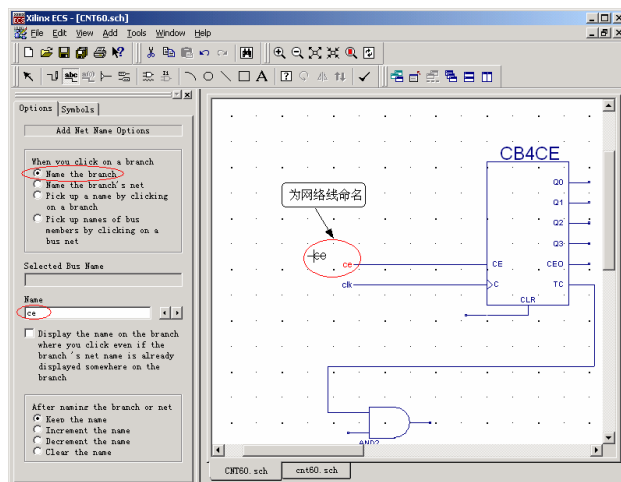

图9-7 为网线添加名称
- (1) 单击绘图工具栏中的 按钮，选择网线分支命名 (Name the Branch)，在网线名称栏填入“ce”作为“cb4ce”的使能输入管脚名称，当鼠标指针移动到原理图中时，发现鼠标指针处已有了“ce”网线名称。在“cb4ce”的“CE”引线末端单击鼠标左键，为该网线添加名称。如果单击网线名称栏旁边的 按钮，网线名称序号自动加 1 或者减 1。
- (2) 按同样的方法为其他网线添加名称，如图 9-7 所示。